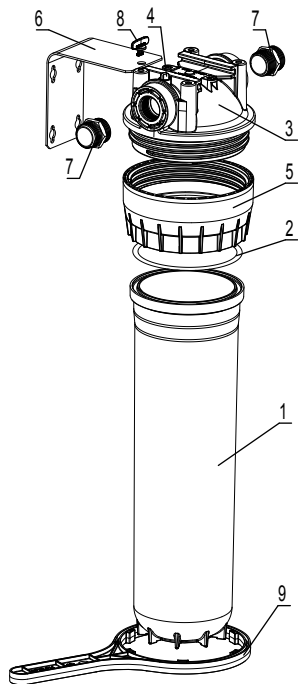

Рис. 1
### Установка корпуса водоочистителя (рис. 1)
- отверните гайку (5) с помощью пластикового ключа (8), снимите стакан (1) и выньте фильтрующий модуль;
- промойте водой внутренние поверхности крышки (3), стакана (1) и резиновое кольцо (2);
- соберите водоочиститель, накрутив гайку (5) на крышку (3);
- ВНИМАНИЕ! Важно не перепутать вход и выход водоочистителя. Стрелки на крышке указывают направление течения воды (рис. 1).**
- нажмите кнопку (4) для удаления воздуха из корпуса.